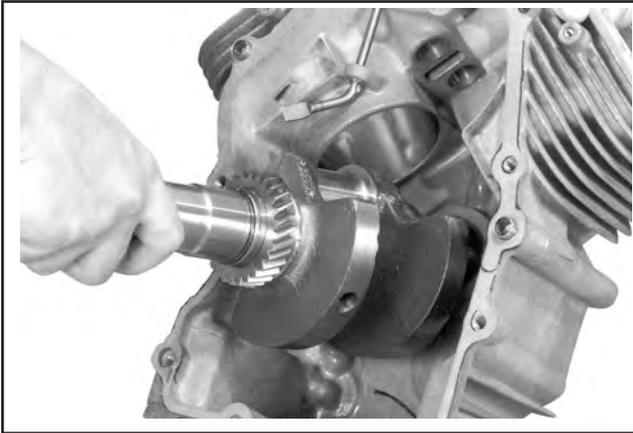

Abbildung 11-7. Einbau der Pleuellager.
1. Vorsichtig das Schwungradende der Kurbelwelle durch das Hauptlager des Kurbelgehäuses einziehen. Siehe Abbildung 11-7.